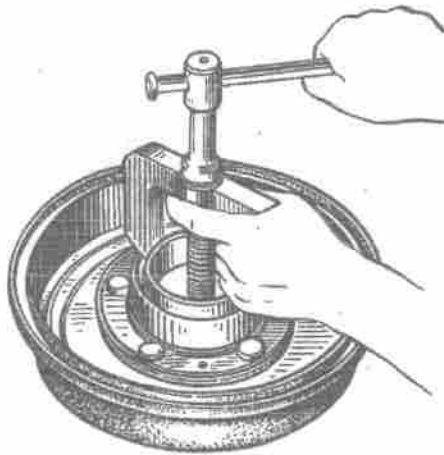

Bild 192. Abziehen des Außerings des inneren Radnabenlagers
1. Außenring des inneren Lagers mit Hilfe eines speziellen Abziehers abziehen (Bild 192). Gleichzeitig mit dem Außenring wird auch die Stopfbuchse mit der Anschlagsscheibe und dem Innenring dieses Lagers abgezogen. Dieser Arbeitsgang ist vor-